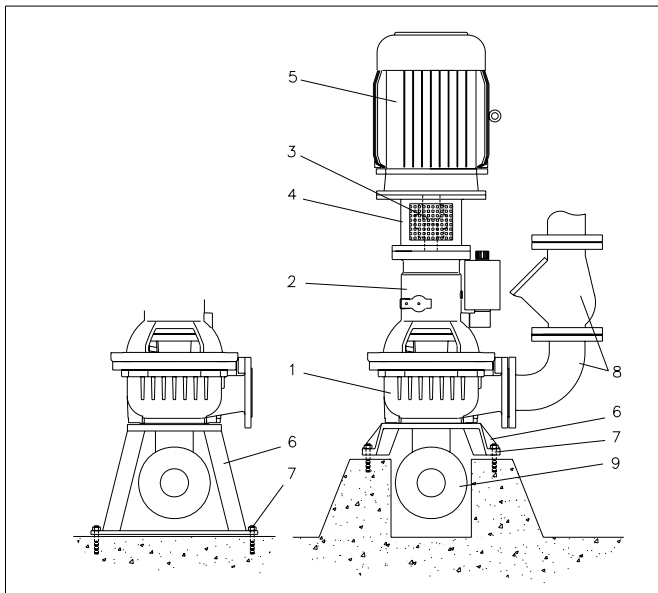

Fig. 7.4
Installation verticale, sur pied. Voyez Figure 7.4
- la pied est fixé à la fondation au moyen des 4 trous de fixation (voyez Figure 7.4, poste 7)